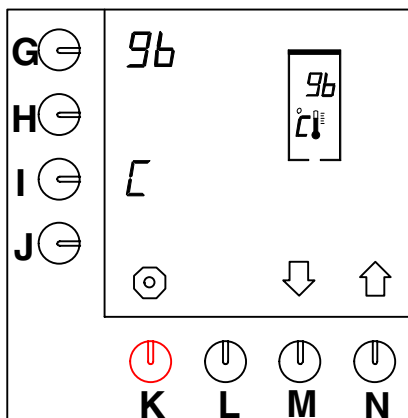

Abb. 40 Einstellen der Temperatur
- Geben Sie die Chef-Geheimnummer ein und drücken Sie dreimal auf die Wahltaste (N.)↑, bis Abb. 40 im Display erscheint.